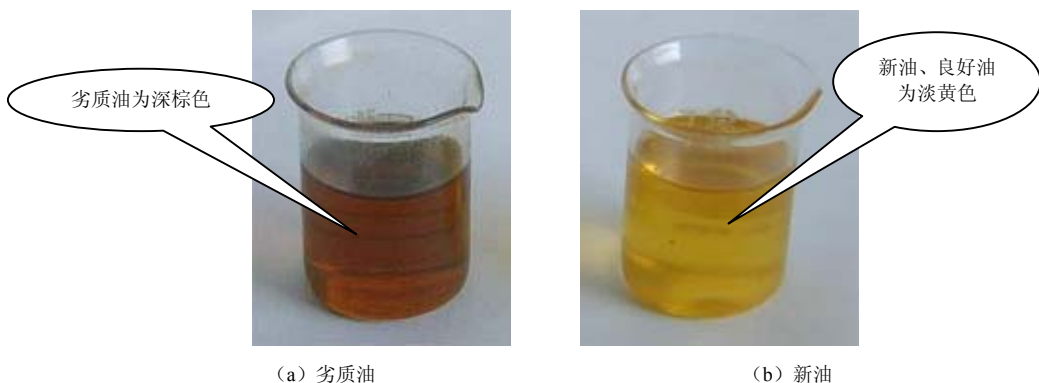

图 5-4 变压器油的颜色比较
(1) 变压器油的颜色。良好的变压器油应该是清洁而透明的液体，不得有沉淀物、机械杂质悬浮物及棉絮状物质。如果其受污染和氧化，并产生树脂和沉淀物，变压器油油质就会劣化，颜色会逐渐变为浅红色，直至变为深褐色的液体。当变压器有故障时，也会使油的颜色发生改变，一般情况下，变压器油呈浅褐色时就不宜再用了。另外，变压器油可表现为浑浊乳状、油色发黑、发暗。变压器油呈浑浊乳状，表明油中含有水分。油色发暗，表明变压器油绝缘老化。油色发黑，甚至有焦臭味，表明变压器内部有故障。变压器油的颜色比较如图 5-4 所示。